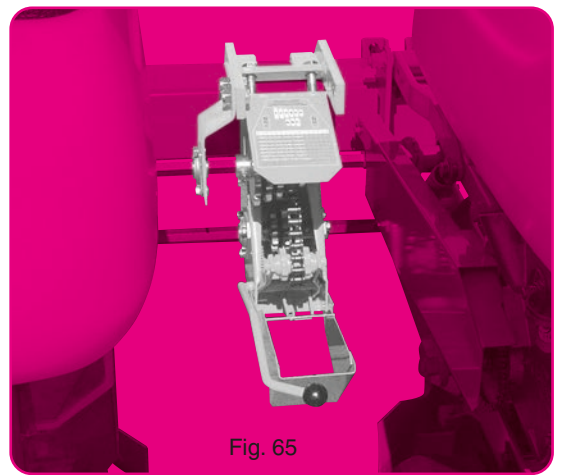

Fig. 65
- Montage déporté (fig. 65) pour semoir à nombre de rangs impair. La boîte se place à gauche et au plus près de l'élément central : pour cela supprimer 1 des paliers ④ support axe hexagonal.
- Offset assembly (fig. 65) for planters with an odd number of rows and inter-row spacing under 45 cm (18"). The gearbox is then mounted on the left and as close as possible to the central metering unit. To do so, remove one of the bearing fingers ④ which support the hexagonal shaft.
Seitlich gesetzte Montage (Abb. 65) für Sämaschinen ungerader Reihenanzahl und Reihenabstände unter 45 cm. Das Wechselgetriebe wird links und ganz nah am mittleren Element angebracht. Bei dieser Stellung ist die Lagerstütze ④ zu entfernen.
- montage uit het midden (fig. 65) voor een zaaimachine met een oneven aantal rijen. De tandwielkast wordt links van, en zo dicht mogelijk bij het middelste element geplaatst. Daartoe één van de lagers ④ verwijderen.